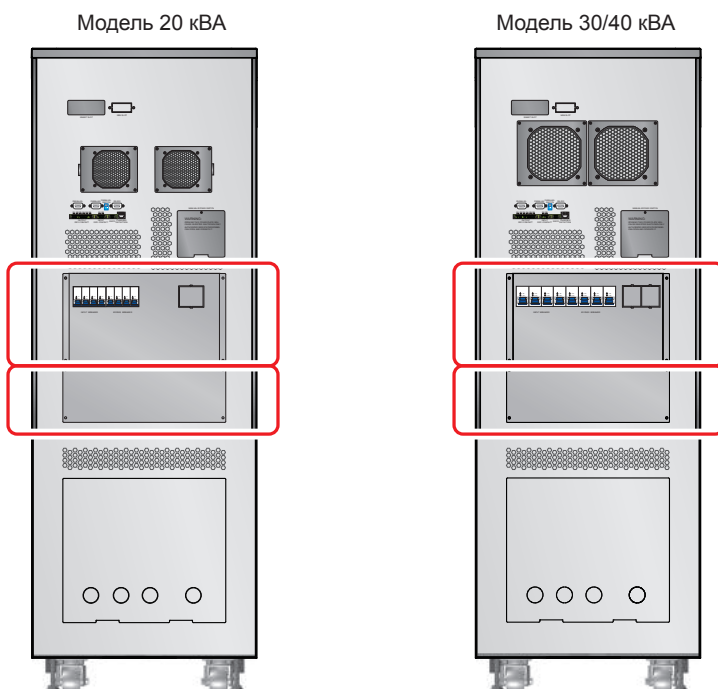
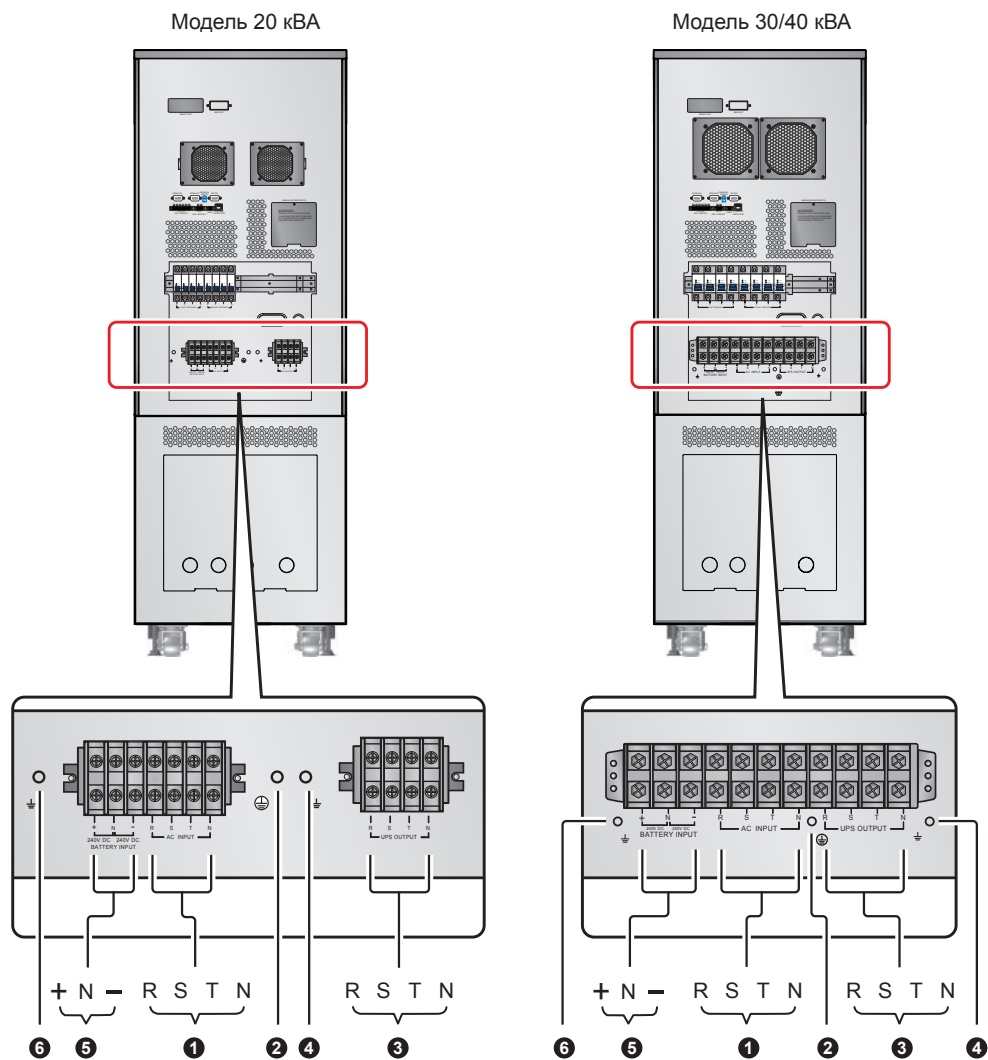

Рис. 6-5. Расположение защитных панелей
Рис. 6-8. Блок зажимов
- 1 Снимите крышки, показанные на **рис. 6-5**, для доступа к блоку зажимов (см. **рис. 6-8**).
- 2 Убедитесь, что вы разобрались с подключениями к блоку зажимов, показанными на **рис. 6-8**.